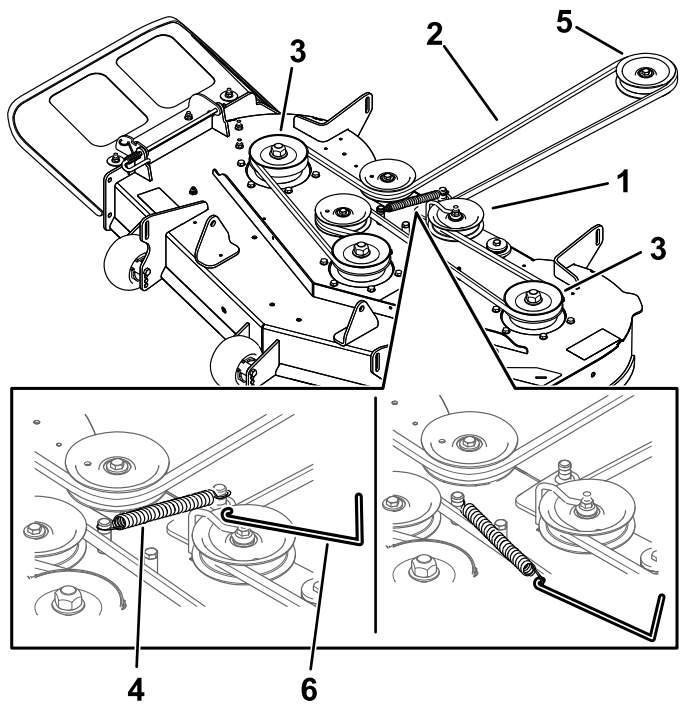

Figura 52
6. Usando una herramienta para la retirada de muelles (Pieza Toro N° 92-5771), retire el muelle tensor del gancho de la carcasa para eliminar la tensión de la polea tensora, y retire la correa de las poleas (Figura 52).
- Pase la correa nueva alrededor de las poleas del motor y del cortacésped (Figura 52).
- Usando una herramienta para la retirada de muelles (Pieza Toro N° 92-5771), instale el muelle tensor sobre el gancho de la carcasa y tense la polea tensora y la correa (Figura 52).